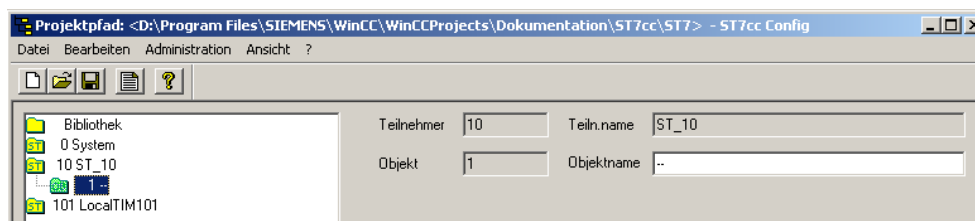

Bild 4-42 Neue Dekodierung im Objektbaum
4. Bestätigen Sie die Eingabe der Objektnummer mit *Ok*. Nach der Eingabe wird Ihnen die Dekodierung im Objektbaum angezeigt (siehe Bild 4-42).
5. Selektieren Sie die Dekodierung. Mit der Selektion wird Ihnen das Eingabefeld zur Eingabe des Objektnamens angezeigt. Das Eingabefeld ist mit -- vorbesetzt (siehe Bild 4-42). Die Eingabe des Objektnamens ist optional und geht in keine weitere Verarbeitung ein.